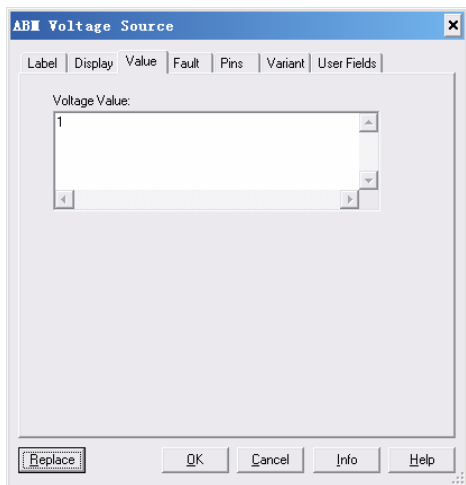
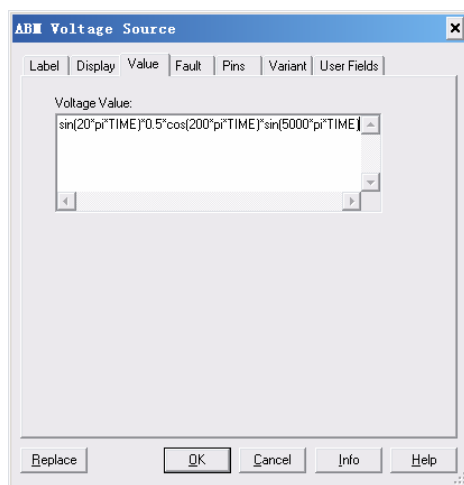

图 8-10 “ABM Voltage Source”对话框
图 8-11 已设置 ABM
5) 双击 ABM（无论是电压源或电流源），系统弹出 “ABM Voltage Source” 对话框，如图 8-10 所示。
6) 在 ABM 电压源或电流源对话框中，选择 “Value” 选项卡。电压（或电流）值在默认情况下，均被设置为 1，如图 8-10 所示。
7) 在 “Value” 选项卡中，定义一个数学表达式或有条件地声明将作为电路激励源。例如，图 8-11 电路定义激励源为电压源，其输出电压数学表达式为：
即在图 8-10 中 1 的区域内输入数学公式：具体见图 8-11 已输入数学公式 ABM，其公式形式如下：